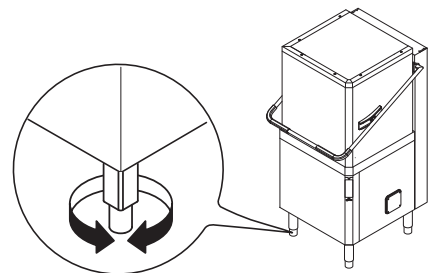

图 8 支脚调整
- 转动特殊可调支脚调整设备，确保它纵向和横向完美水平（图 8）。